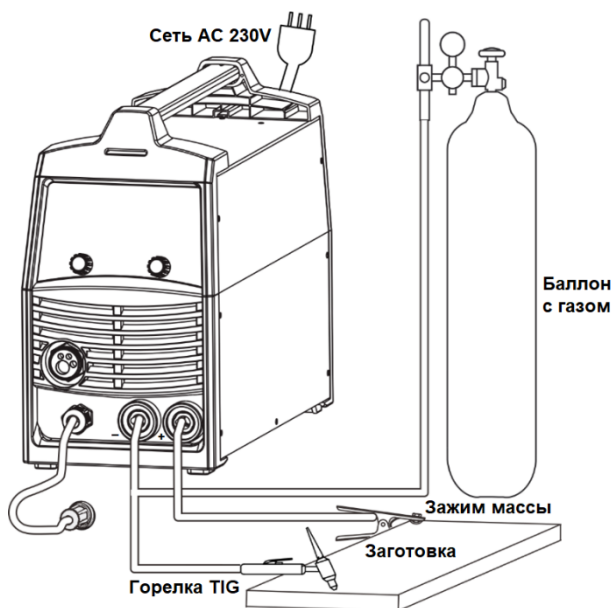

Рис. 6 Установка в режиме TIG
6. Подключите сварочный аппарат к источнику питания 230 Вольт (Рисунок 6).